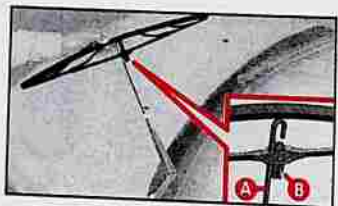

fig. 35
1) Ecarter le bras **A**-fig. 35 de l'essuie-glace et positionner le balai-racleur de façon à former un angle de 90° par rapport au bras.